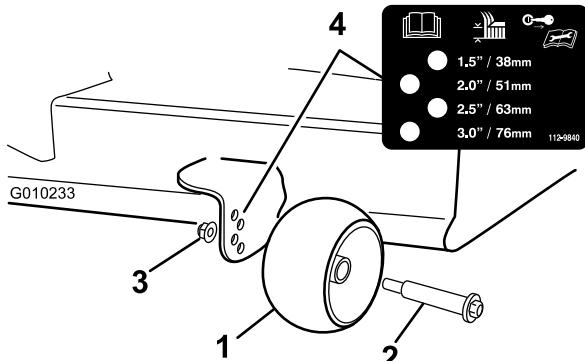

Figure 21
- Réglez les galets anti-scalp comme montré à la Figure 21, à la position correspondant le mieux à la position de hauteur de coupe.